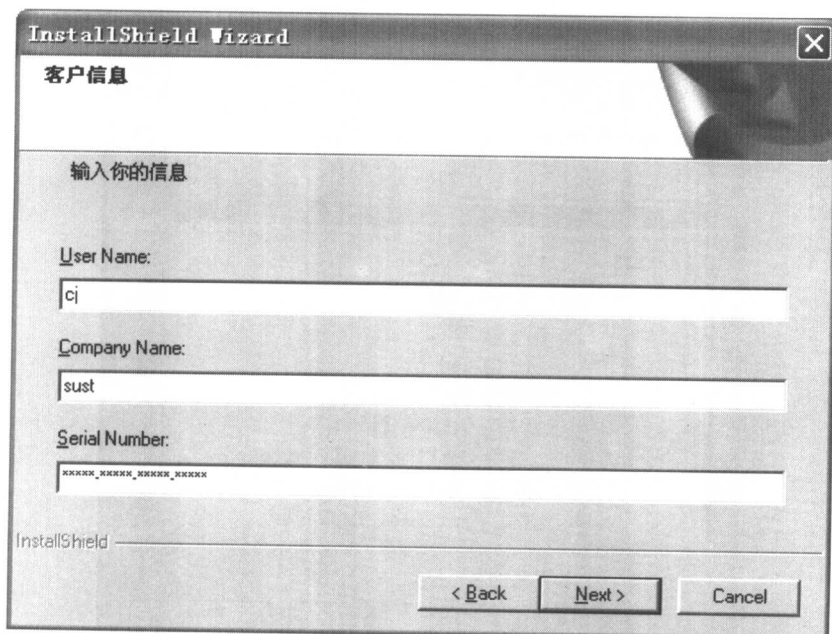

图 1.4 客户信息界面
(5) 进入客户信息界面，如图 1.4 所示。在您输入相关信息及序列号，并仔细检查序列号无误后，单击“Next”按钮，进入下一步操作。